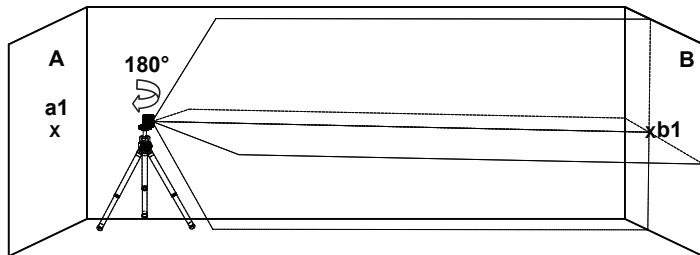

Figura 2
5) Gire el láser 180° hacia la pared **B**, y marque en la pared el centro de las líneas cruzadas como **b1** (ver la figura 2).